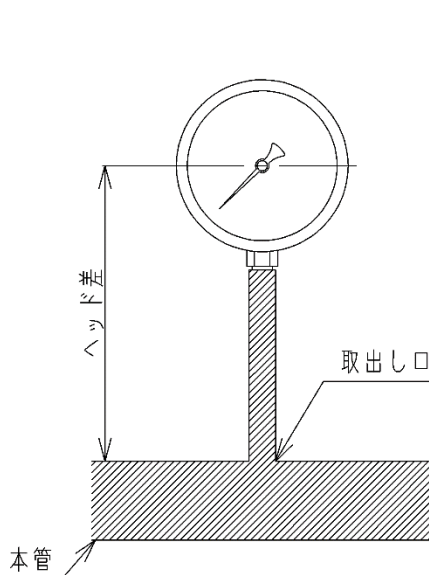
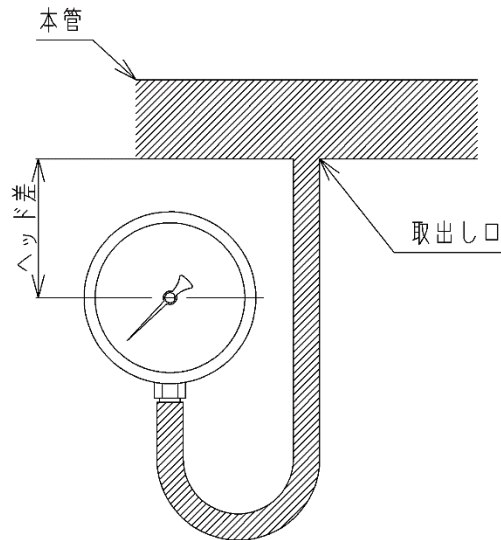

図 4
図 5
- (2) 液体測定の場合は、圧力取出口と圧力計の間にヘッド差があると精度に影響しますので注意してください。例えば水圧を測定する場合に、圧力レンジ 0~0.1MPa の圧力計を取出口より 1m 高い場所に取り付けた場合、示度は実際の圧力よりも 0.01MPa マイナスした値を示し、この誤差は全目盛り範囲の 10%にも相当します(図 4)。又、この逆に取出口よりも 1m 低い位置に取り付けた場合は 10%プラスした値を示します(図 5)。